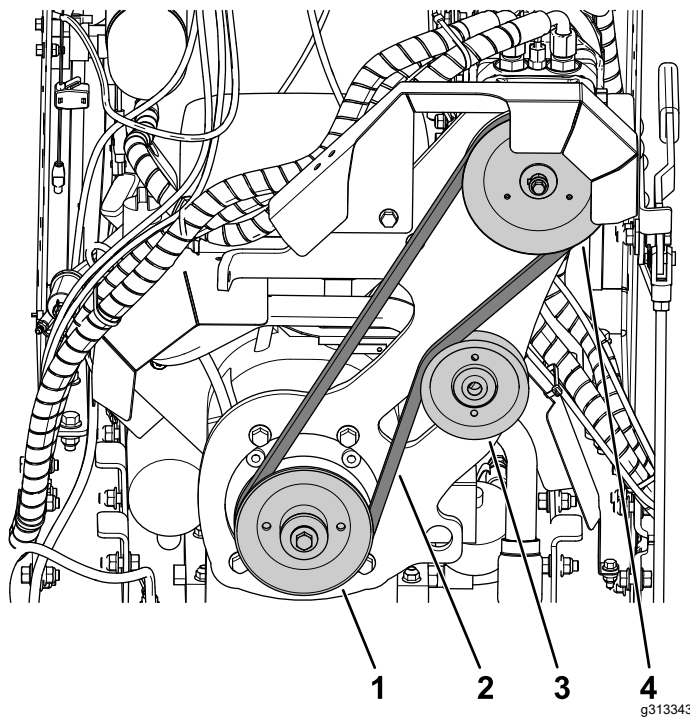

Figura 92
5. Con el brazo tensor alejado del sistema de poleas, enrute la correa nueva, empezando en la polea del motor hidráulico, luego alrededor de la polea del motor y la polea tensora (Figura 92).